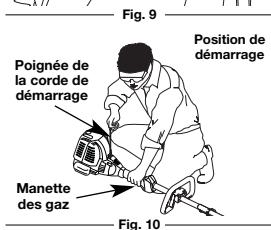

Fig. 10
- Accroupissez-vous en position démarrage (Fig. 10). Appuyez sur le verrouillage des gaz et appuyez sur le levier de contrôle des gaz. Tirez vivement le lanceur jusqu'à 4 fois pour démarrer le moteur.